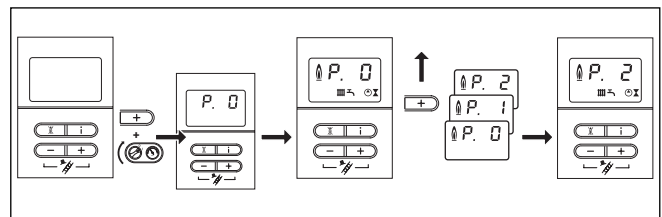

Abb. 6.9 Minimalen kW-Wert einstellen (P.2)
- Drücken Sie die Taste „+“ des Displays und schalten Sie bei gedrückter Taste „+“ den Hauptschalter auf „I“ (siehe Abb. 6.9 Minimalen kW-Wert einstellen).
Die Anzeige wechselt zwischen „P.2“ und dem aktuellen Anlagenfülldruck (siehe Abb. 6.9 Minimalen kW-Wert einstellen).